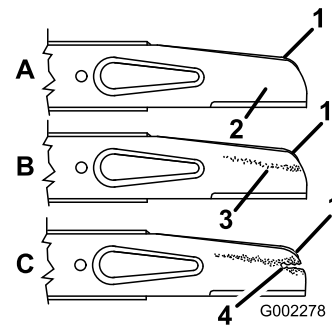

Figura 35
2. Retire las tuercas de la cuchilla, el acelerador y la cuchilla (Figura 35).